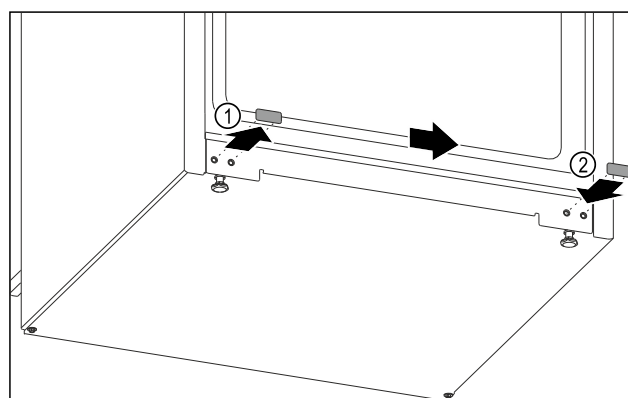

Fig. 12
- Estrarre il coperchio a tappo. *Fig. 12 (1)*
- Inserire il coperchio a tappo sul lato opposto. *Fig. 12 (2)*